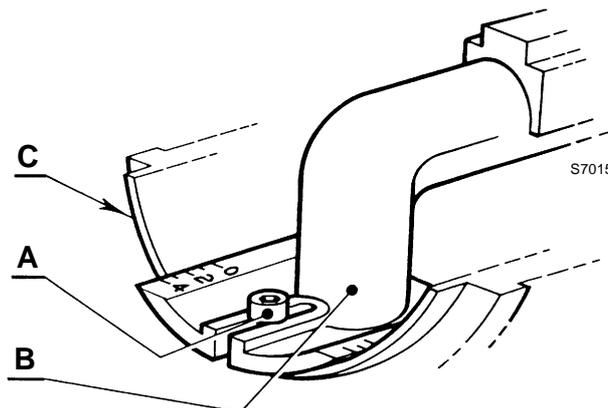

Fig. 12
- desserrer la vis A)(Fig. 12), déplacer le coude B) afin que le plan arrière du manchon C) coïncide avec l'encoche souhaitée;